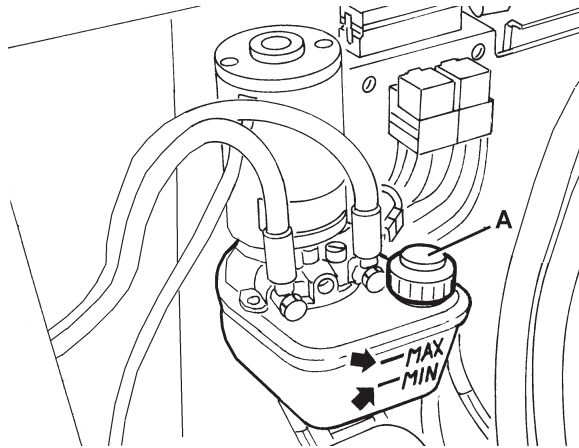

Abbildung 25
1. Die Feststellbremse mittels des Pedals (75) und des Hebels (68) betätigen.
2. Zündschlüssel (67) in Stellung 0 drehen.
3. Haube (22) öffnen und mit der Stützstange (36) sichern.
4. Überprüfen, ob der Ölstand im Tank (35) zwischen den Markierungen für Mindeststand (MIN) und Höchststand (MAX) liegt (siehe Abb. 25).
5. Falls erforderlich, Ölstand durch die Einfüllöffnung (A, Abb. 25) korrigieren. Das verwendete Öl muss die im Abschnitt „Technische Daten“ angeführten Eigenschaften aufweisen.
6. Stützstange (36) abnehmen und Haube (22) schließen.